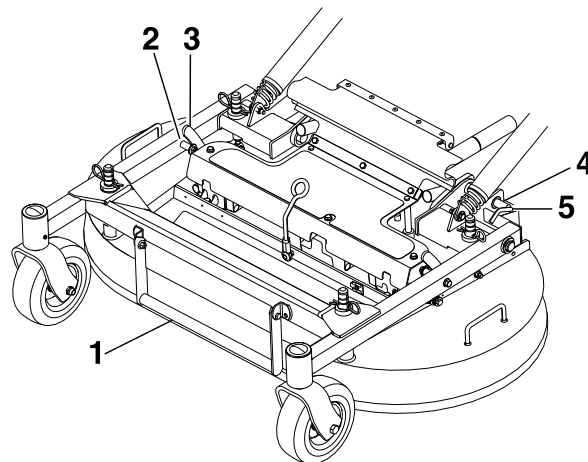

Figura 25
3. În timp ce meninei cadrul frontal coborât, ridicai puntea pe o parte astfel încât elementul de sprijin pentru punte să se cupleze la tiftul fix de pe cadrul frontal (Figura 25).